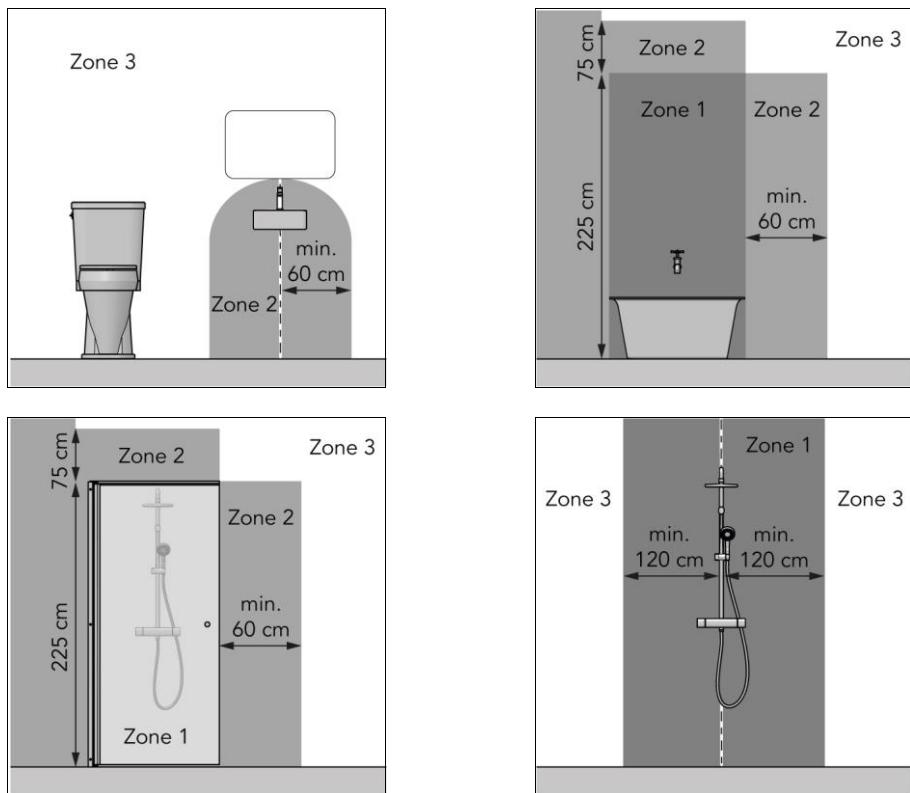

Figura 1
- în zona 3 a unui grup sanitar sau a unei băi cu cadă, a unui duș cu paravan sau fără paravan (Figura 1);